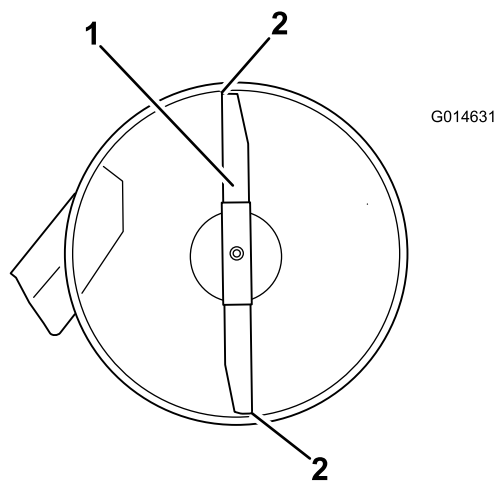
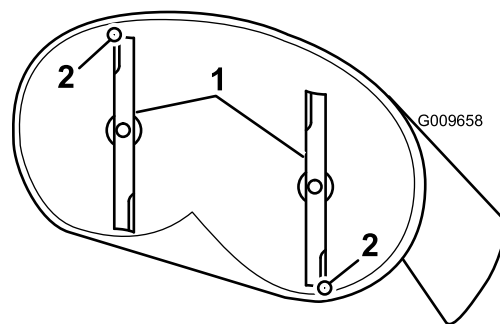

Figura 59
Figura 60
4. Rode cuidadosamente as lâminas para que estejam da frente para trás (Figura 59 e Figura 60).
5. Meça da ponta da lâmina da frente até à superfície plana e da ponta da lâmina de trás até à superfície plana (Figura 59).
9. Após o ajuste, verifique a inclinação entre a frente e a traseira, continue a ajustar a porca até que a ponta da lâmina frontal esteja 1,6 a 7,9 mm mais baixa que a ponta da lâmina traseira (Figura 59).